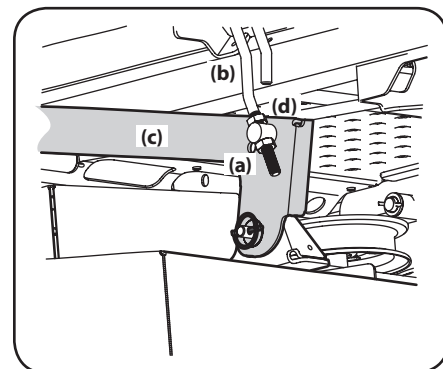

Figure 4-7
3. Desserrez l'écrou inférieur (a) situé sur la barre ajustable (b) qui est fixée au bras de relevage (c) pour abaisser le plateau de coupe, puis serrez l'écrou supérieur (d) pour fixer le plateau de coupe. Desserrez l'écrou supérieur (d) et serrez l'écrou inférieur (a) pour fixer le plateau de coupe. Voir Figure 4-7.